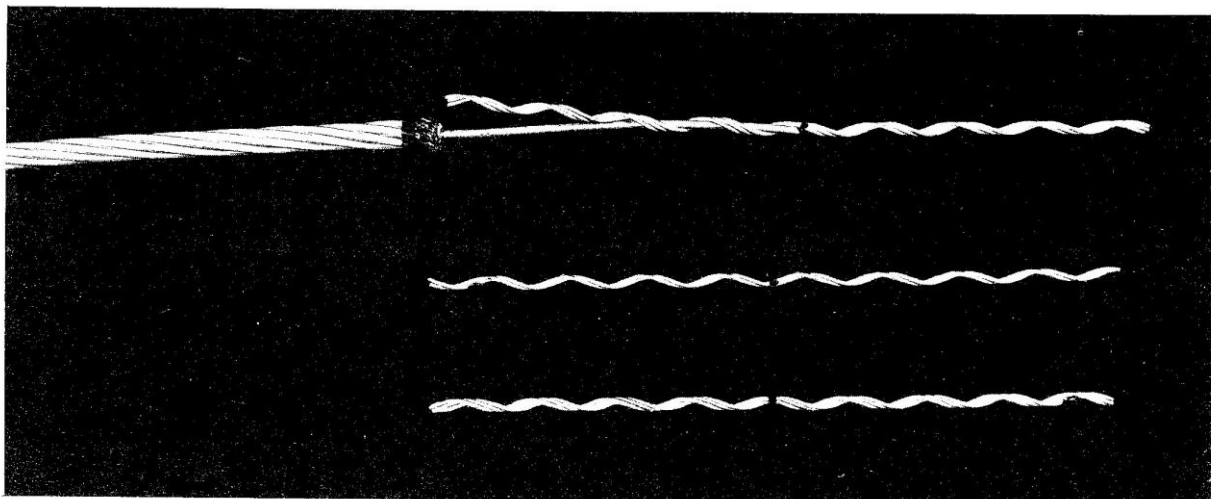

Рисунок 2.
2. Выберите подгруппу спирального соединителя стального сердечника, которая содержит наибольшее количество стержней. Начните монтаж с расположения центральной метки подгруппы у конца стального сердечника одной из соединяемых частей провода и накрутите половину ее длины на сердечник. (Рисунок 2.)